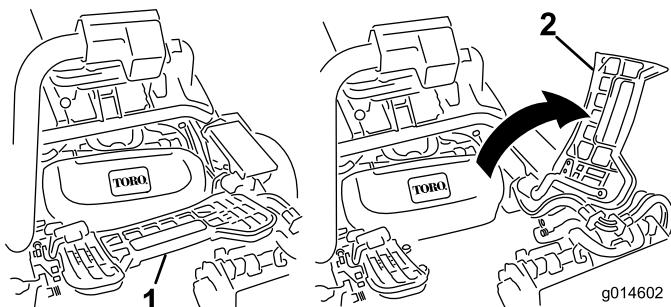

図 31
- フットレストを跳ね上げて開き、中央カッティングユニット取り付け位置へのアクセスを確保する 図 31。